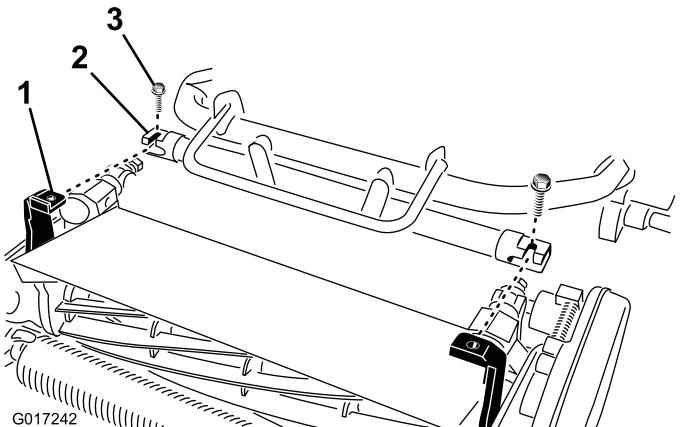

Рисунок 5
4. Продвигайте раму тягового блока вперед (Рисунок 5) до запрессования с шарнирными рычагами режущего блока.
5. Прикрепите раму тягового блока к шарнирным рычагам режущего блока двумя болтами (3/8 x 3/4 дюйма) (Рисунок 5).